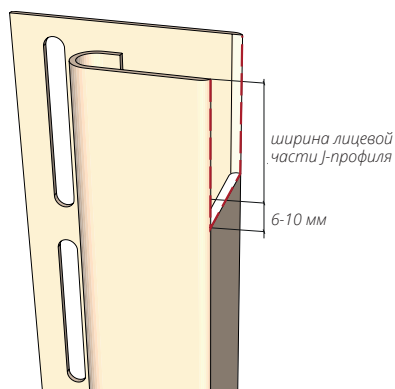

Рисунок 48
- 14.5** J-профиль 7/8 монтируемый в нижней части соединения необходимо подрезать согласно Рис. 48. Смонтируйте J-профиля согласно Рис. 49, соблюдая общие правила монтажа.